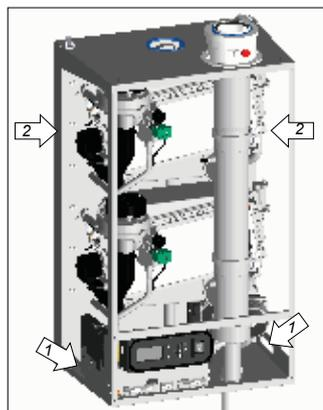

Figure 5.3.g
⚠ Soulevez uniquement la chaudière par les poignées spéciales sur le panneau inférieur (1) et soutenez la chaudière par son panneau arrière (2). Voir figure 5.3.g.